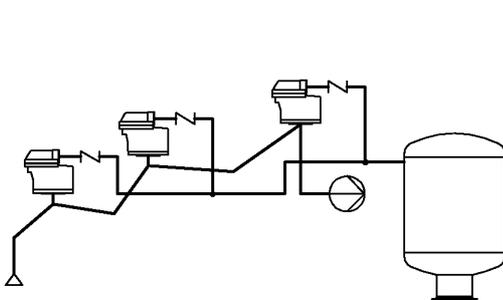

Fig. 2
- Fig. 2: Entlüftung eines Druckleitungs-Hochpunktes.
- Fig. 2: Venting of a high point of a discharge pipe